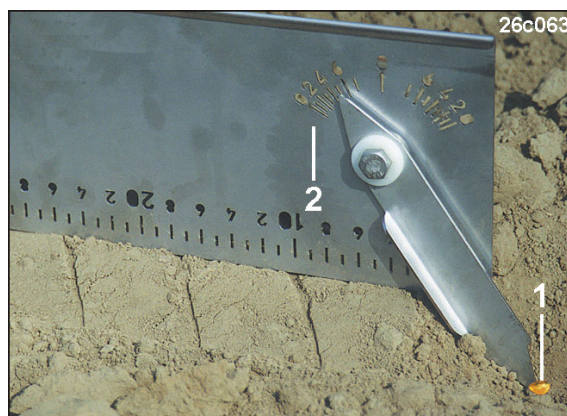

Fig. 186
3. Stil multisåstesteren (Fig. 186) vandret på jorden.
4. Stil viseren (Fig. 186/1) på sædekorn, og aflæs sådybden på skalaen (Fig. 186/2).